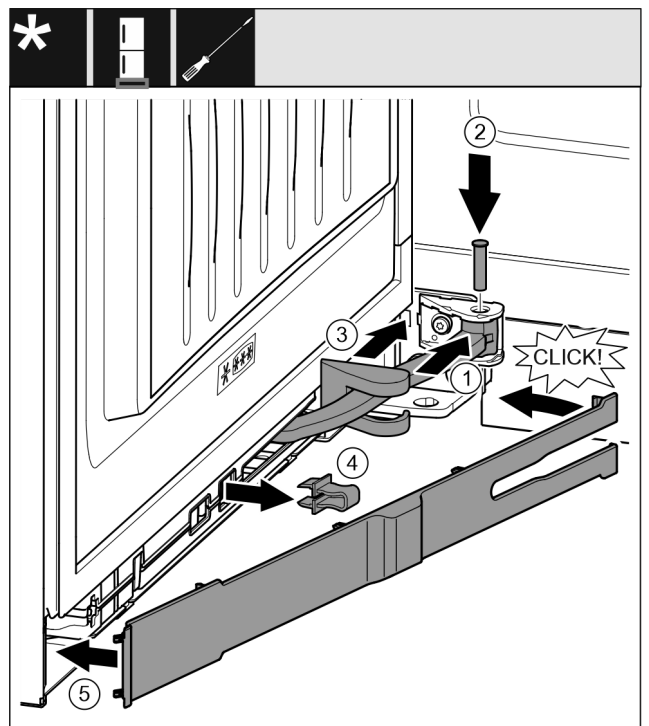

Fig. 47
- ▶ Περιστρέψτε την άρθρωση στην ανάρτηση. Fig. 47 (1)
- ▶ Τοποθετήστε τον πείρο με κατσαβίδι T15 στην ανάρτηση και στην άρθρωση. Βεβαιωθείτε ότι το έκκεντρο ασφάλισης εφαρμόζει σωστά στην εγκοπή. Fig. 47 (2)
- ▶ Ωθήστε το κάλυμμα του στηρίγματος κατά μήκος της άρθρωσης και τοποθετήστε το πάνω από την ανάρτηση. Fig. 47 (3)
- ▶ Αφαιρέστε την ασφάλεια. Fig. 47 (4)
- ▶ Εφαρμόστε το διακοσμητικό κάλυμμα στην πλευρά της λαβής και κλείστε το. Fig. 47 (5)